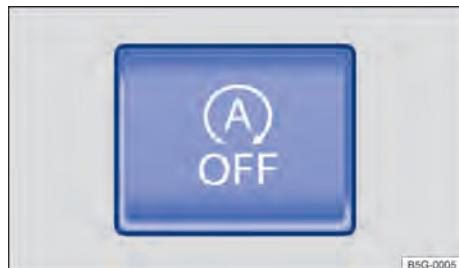

Fig. 90 Na parte superior do console central: botão do sistema Start-Stop.
- Pressionar o botão  no console central → **Fig. 90** OU no display do rádio para desativar o sistema manualmente.
- Pressionar o botão  no console central → **Fig. 90** OU no display do rádio novamente para reativar o sistema manualmente.